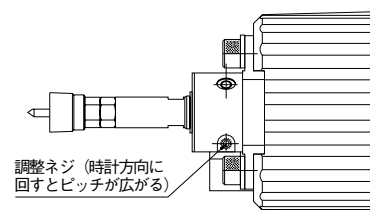

図8
- (2) 六角棒スパナ2.5で調整ネジを時計方向に回すと左右均等にアーバのピッチが広がり、反時計方向に回すと縮まります。(図8)